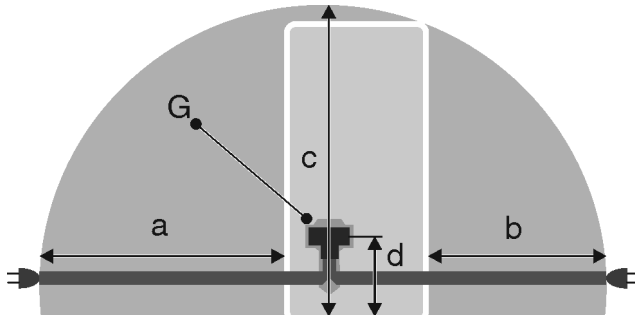

Fig. 31
- 插座位于给定区域内的设备后面板区域之外 Fig. 31 (a, b, c)。
- ▶ 将设备插头 Fig. 31 (G) 插入设备背面。确保正确地插入到位。